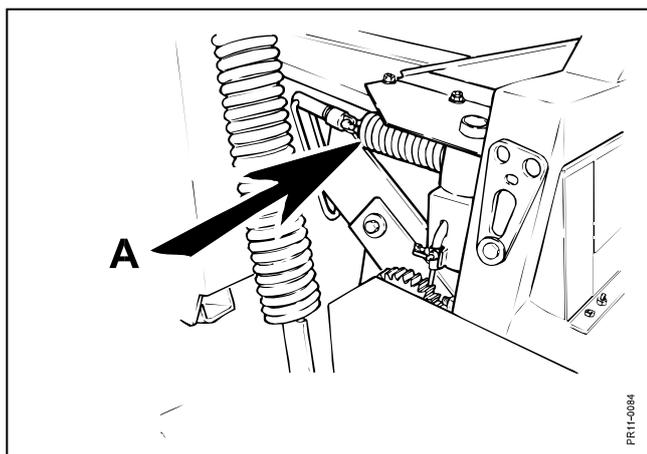

Fig. 3-25
**Fig. 3-25** Pour permettre un réglage de pression du rouleau dans toutes les conditions, le rouleau supérieur est monté sur deux ressorts, ce qui lui permet aussi de s'escamoter au cas où un corps étranger passe entre les deux rouleaux.